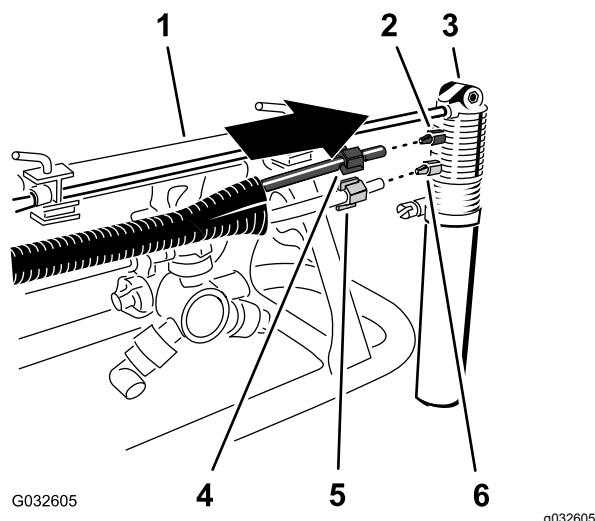

Figure 28
1. Glissez l'écrou à compression bleu au bout du tube bleu et l'écrou à compression blanc au bout du tube transparent (Figure 28).
2. Placez le bout du tube transparent muni de l'écrou à compression blanc devant le raccord à compression blanc de la buse du traceur à mousse, et serrez l'écrou à la main (Figure 28).
3. Placez le bout du tube bleu muni de l'écrou à compression bleu devant le raccord à compression bleu de la buse du traceur à mousse, et serrez l'écrou à la main (Figure 28).